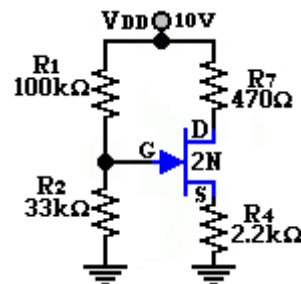

Figura 10.6.
8. Arme el circuito de la figura 10.6. Mida y anote los 3 valores que se muestra en la tabla 10.4. Repita las mediciones para los otro JFET.